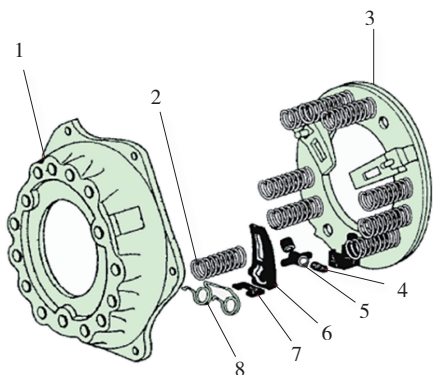
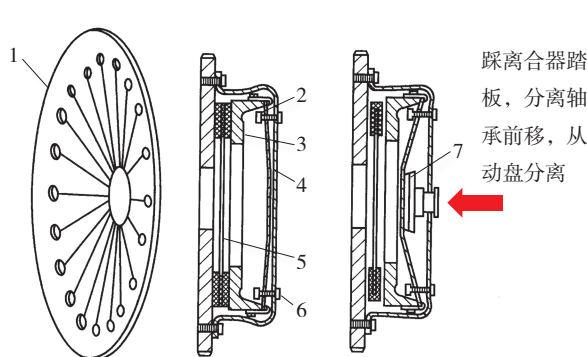

图 1-1-1 周布螺旋弹簧离合器
图 1-1-2 膜片弹簧离合器
(1) 根据压紧弹簧的形式及布置位置不同,分为周布螺旋弹簧离合器(图 1-1-1)、中央弹簧离合器、斜置弹簧离合器和膜片弹簧离合器(图 1-1-2)等,其中膜片弹簧离合器在轿车、轻型车和中型车上应用较多。